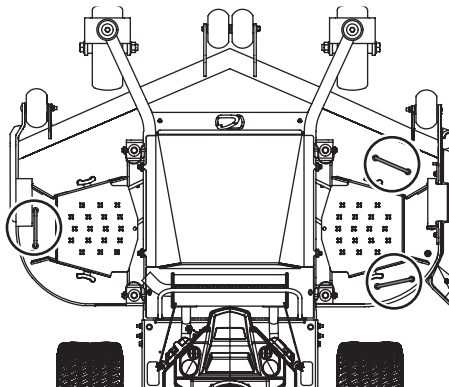
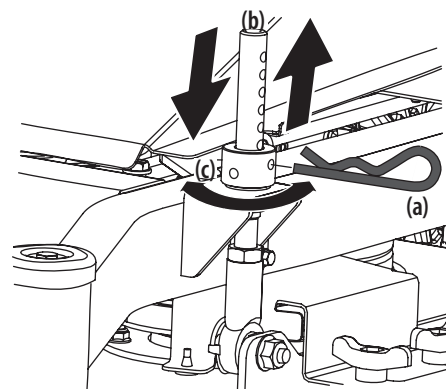

Figure 3-2
Figure 3-3
1. Tenez bien une des trois poignées du plateau (voir Figure 3-2) et soulevez-la légèrement pour retirer la goupille. Voir Figure 3-3.
2. Relevez ou abaissez le plateau selon la hauteur désirée et alignez le trou de la tige de réglage (b) au-dessus de l'entretoise (c). Voir Figure 3-3.
3. Insérez la goupille fendue (a) dans le trou de la tige de réglage (b). Voir Figure 3-3.